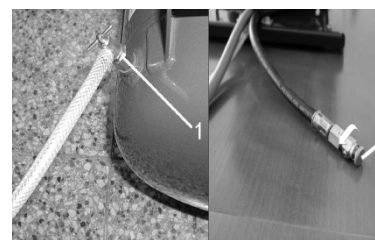
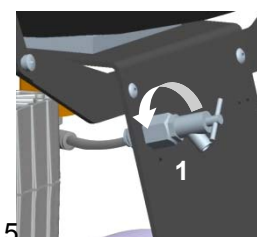

Fig.14
Fig.15
Compresseurs sans sécheur d'air (Fig.14, Fig.15)
Au cas où le compresseur ne sera pas utilisé pendant une période plus longue, il est recommandé de vidanger le liquide condensé du réservoir de pression et mettre le compresseur en fonctionnement pour une durée d'environ 10 minutes avec la vanne de purge (1) ouverte – (Fig.14, Fig.15) Ensuite arrêter le compresseur par le rupteur (3) sur l'interrupteur de pression (Fig.13), fermer la soupape de vidange du condensé et débrancher l'installation du réseau.
- Laisser sortir l'air comprimé du réservoir en ouvrant la soupape de vidange du condensé (1) (Fig.14, Fig.15).